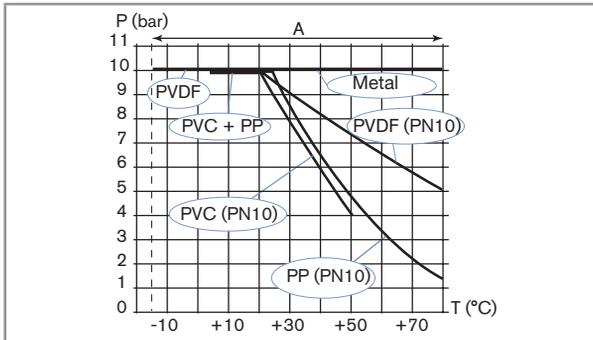

Imagen 1: Curvas de dependencia entre presión y temperatura de los líquidos
Temperatura del líquido	La temperatura del líquido puede estar limitada por la presión del propio líquido: Consulte la curva de dependencia entre la temperatura y la presión correspondiente al equipo. Consulte Imagen 1 .
- ▶ Según el material del racor, tenga en cuenta la dependencia de la presión y la temperatura del líquido (consulte Imagen 1).